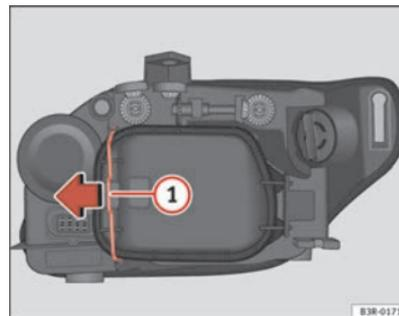

Fig. 196 Luzes de presença (lado exterior do veículo)
- Desloque o tirante ⇒ página 275, fig. 196 ① no sentido da seta e retire a tampa rígida separando primeiro o lado do tirante e retirando depois as duas patilhas da extremidade contrária da tampa.